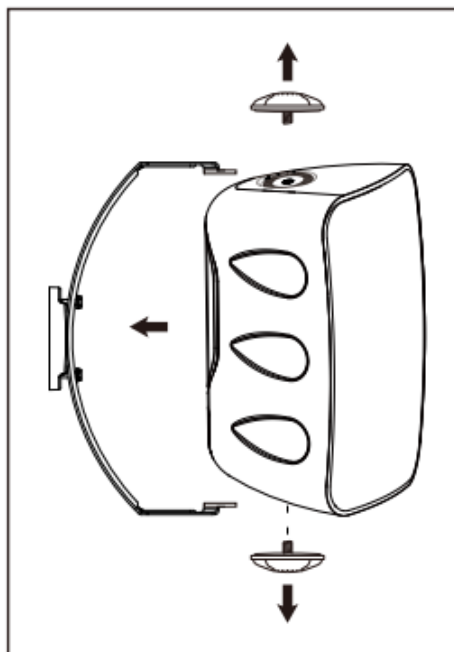

Рис.1
- 1) Снимите кронштейн как показано на Рис.1